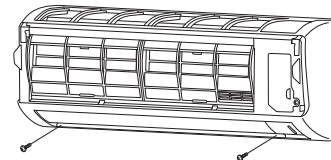
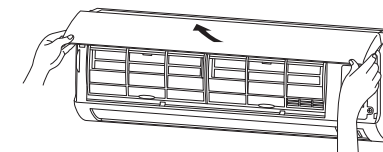

Fig. 3-41
Fig. 3-44
- (2) Retire os 2 parafusos. (Fig. 3-41)
- (2) Certifique-se de que a grade e a armação fiquem firmemente ajustadas juntas enganchando as linguetas.
- (3) Fixe a grade com os 2 parafusos retirados anteriormente. (Fig. 3-41)
- (4) Instale a grade de admissão de ar.
- (a) Permita que o bordo da grade de admissão de ar deslize na parte superior da unidade interior e, em seguida, insira-a completamente. (Fig. 3-44)